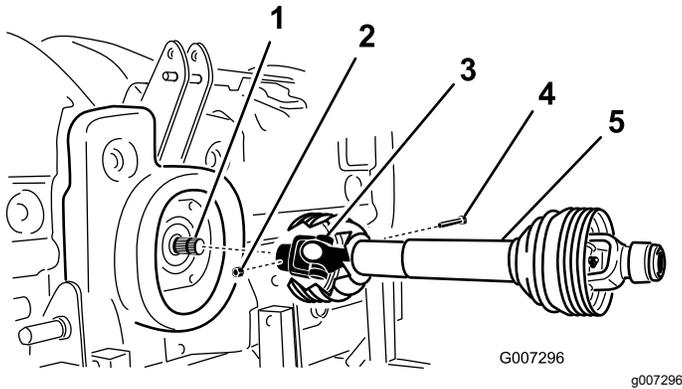

Figura 11
- Monte o veio da transmissão da tomada de força no veio de entrada da caixa de velocidades da máquina (Figura 11) com um parafuso (1/2 pol. x 3 pol.) e uma porca (1/2 pol.).